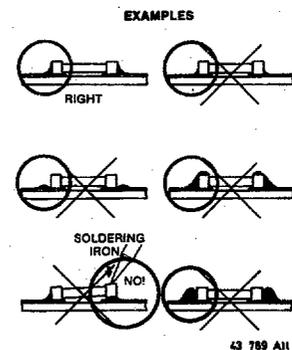

Fig. 8.3
- g. La quantité de soudure doit être proportionnelle à la surface à souder; s'il y a un excédent, la puce pourrait se fendre ou encore, les surfaces soudées pourraient se détacher de la platine (voir Fig. 8.3)